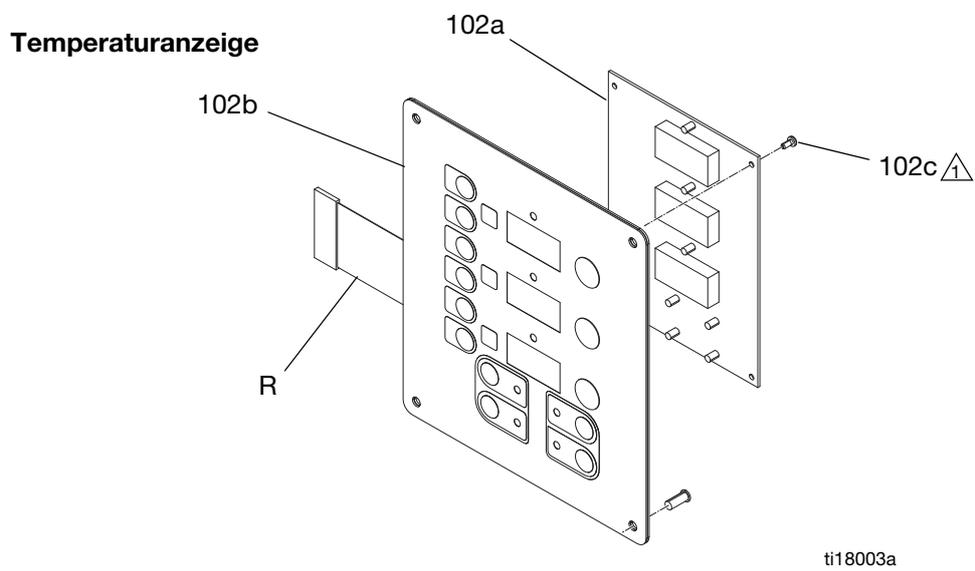

ABB. 17. Anzeigemodul
5. Das Haupt-Displaykabel (106) in der linken unteren Ecke des Display-Moduls abziehen; siehe ABB. 17, Seite 40.
6. Die Schrauben (116) und die Endabdeckungen (105) entfernen; siehe ABB. 17, Seite 40.
7. Kabelstecker von der Rückseite des Temperatur-Displays (102) abziehen. Siehe ABB. 17, Seite 40.
8. Die Bandkabel (R) von der Rückseite des Displays abziehen; siehe ABB. 17, Seite 40.
9. Muttern (103) und Platte (101) entfernen.
10. Das Display zerlegen, siehe Detailansicht in ABB. 17, Seite 40.
12. Die Steckbrücke (119) auf J1 auf der Ersatzanzeigetafel verschieben. Siehe ABB. 17, Seite 40.
13. In umgekehrter Reihenfolge wieder zusammenbauen, siehe ABB. 17, Seite 40. Mittelstarkes Gewindedichtmittel wie gezeigt auftragen. Sicherstellen, dass der Erdungsdraht (G) des Display-Kabels zwischen der Kabelbuchse und der Abdeckung (105) mit den Schrauben (107) befestigt ist.